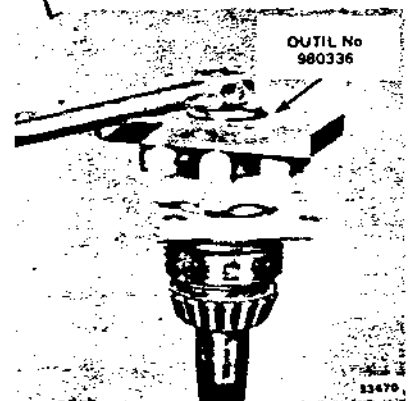

Figure 6-5
4. A l'aide de la clé spéciale, déposer l'écrou de 1-1/8 de pouce. Voir la Figure 6-5. Sortir l'arbre du pignon à billes en faisant presse. L'on ne peut déposer que les roulements se trouvant à l'extrémité de l'arbre le plus près du moteur.